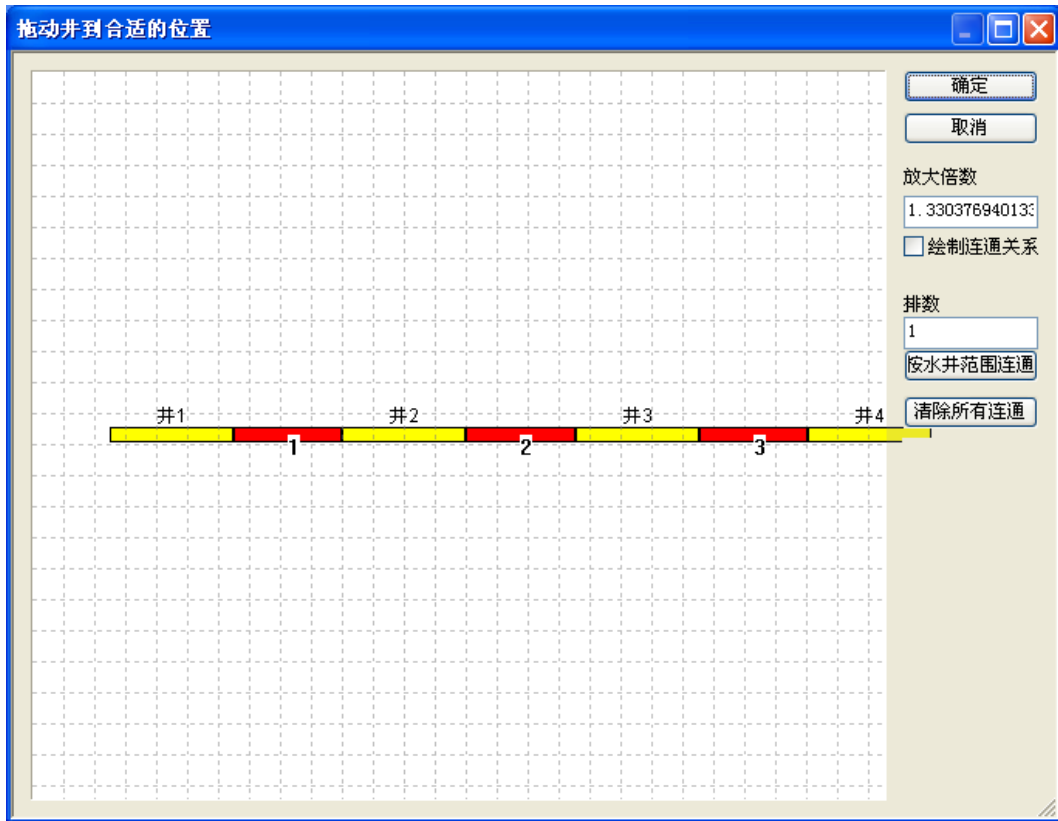

图 95
b. 单击 **清除所有连通** 可清除默认红色连通剖面（如图 95）